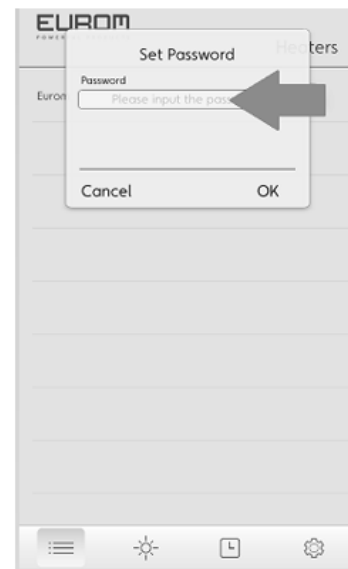

Figure 3
- Bij gebruik voor de eerste keer zal er om een password worden gevraagd het standaard ingestelde wachtwoord is: 12345678 (Fig. 3). Wanneer het wachtwoord niet wordt geaccepteerd kunt u het wachtwoord resetten naar het standaard wachtwoord door 5 seconden op de resetknop te drukken.